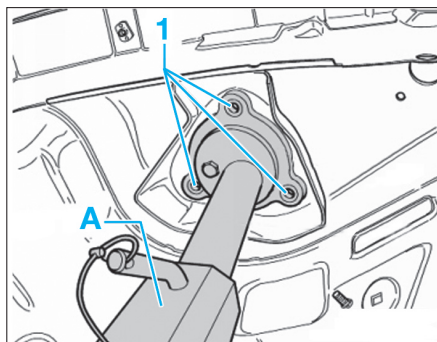

FIG. 21
- Positionner l'élément de marbre Celette MZ 602 (A) (Fig.21).
- Percer les trous de fixation supérieur d'amortisseur (1) (Fig.21).